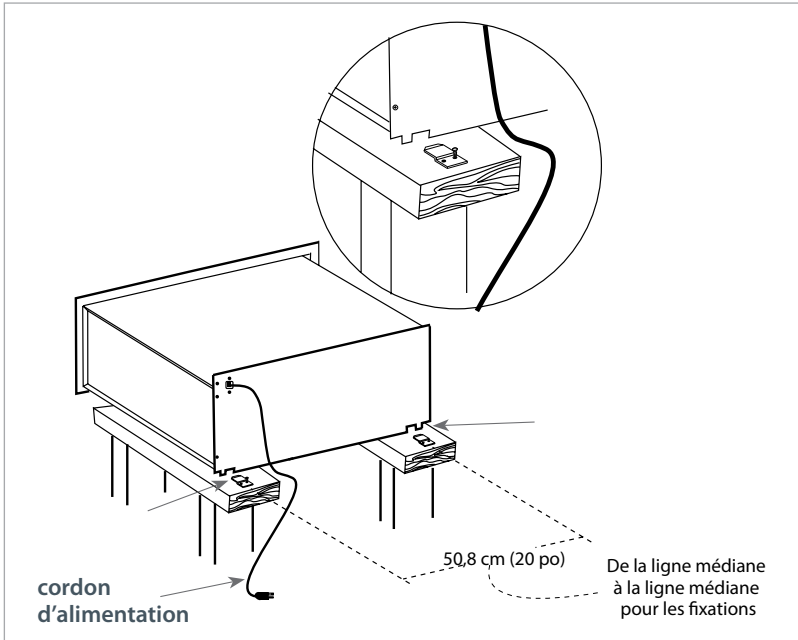

Fig. 12
2. Brancher le cordon d'alimentation dans une prise c.a. Faire glisser le corps sur les clips de montage antibasculément (voir Fig. 12).